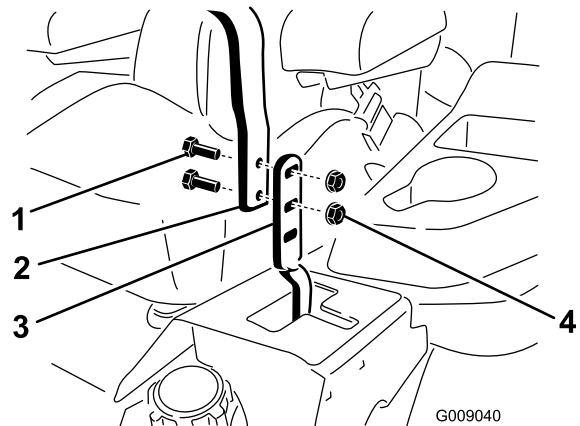

Bild 87
3. Lösen Sie die Schrauben und die Bundmuttern, die in den Hebeln installiert sind (**Bild 87**).
4. Fluchten Sie die Hebel in Längsrichtung aus. Bringen Sie die Hebel zuerst in der NEUTRAL-Stellung zusammen und schieben Sie die Hebel dann so lange, bis sie ausgefluchtet sind. Ziehen Sie dann die Schrauben an (**Bild 87**).